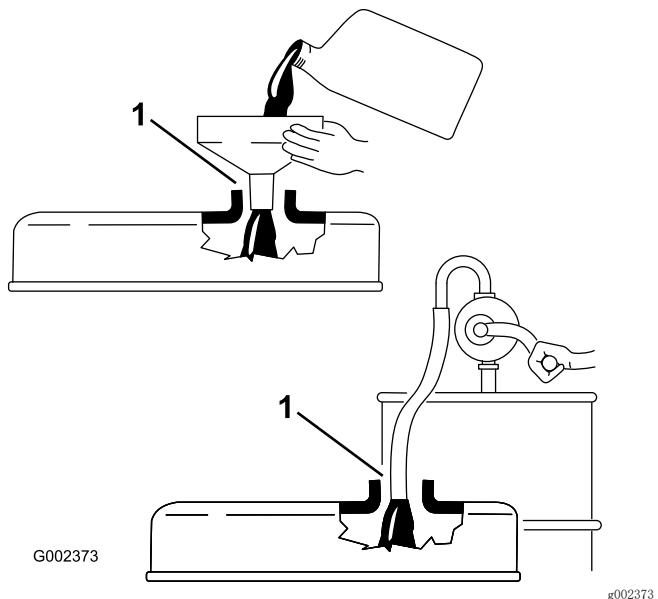

图27
**重要事项：** 确保为发动机添加机油时已取出量油尺。当添加机油或注油时、注油设备与气门室盖内的注油孔之间必须有空隙、如图27所示。此空隙是注油时准许通风所必需的、可以防止油溢入通气孔。